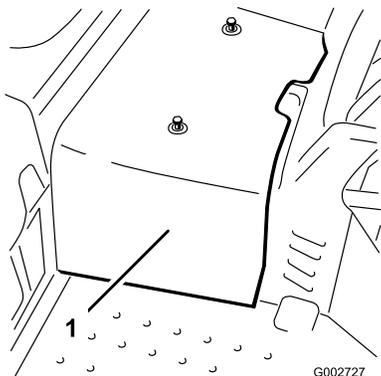

Figure 48
2. Desserrez les 2 vis qui fixent le carénage central à la machine et déposez le carénage (Figure 48).